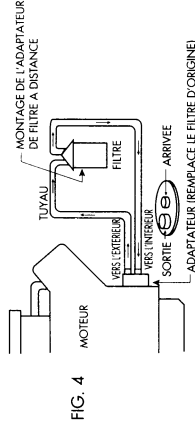

FIG. 4
- Coupez les tuyaux à la bonne longueur. Installez le tuyau de la sortie du moteur jusqu'à l'entrée du filtre à distance. Terminez l'installation du tuyau et serrez les colliers de serrage. Voir Fig. 4.